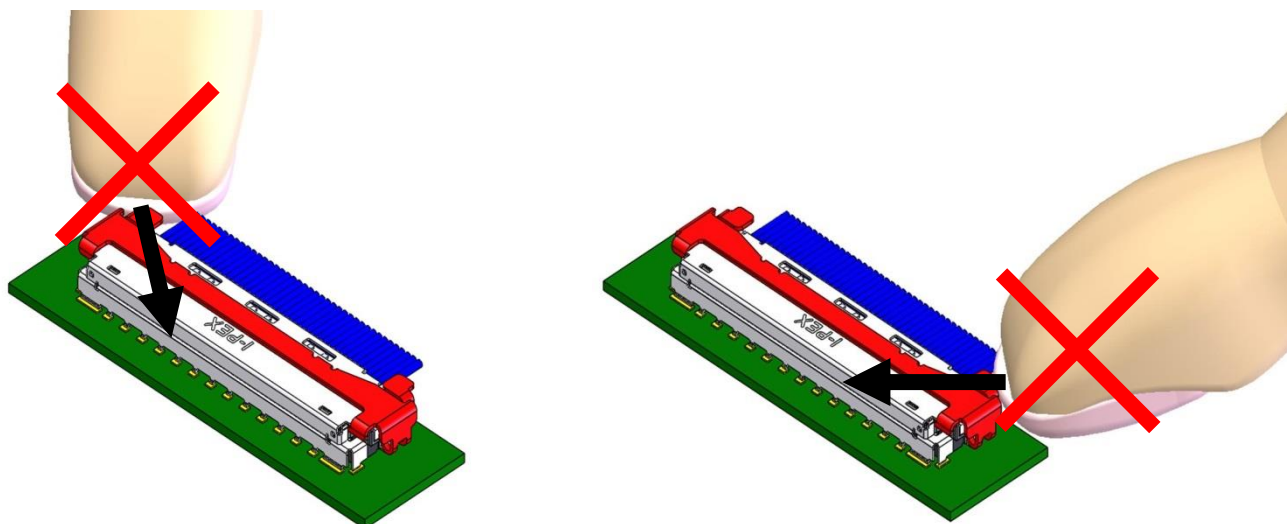

图.27
- 解除 Lock Cover 时，如图 27 所示，请勿对手指挂钩部的操作方向从外向内过度施力，否则会导致解除 Lock 所需的力变大，最坏的情况下还可能导致连接器破损。